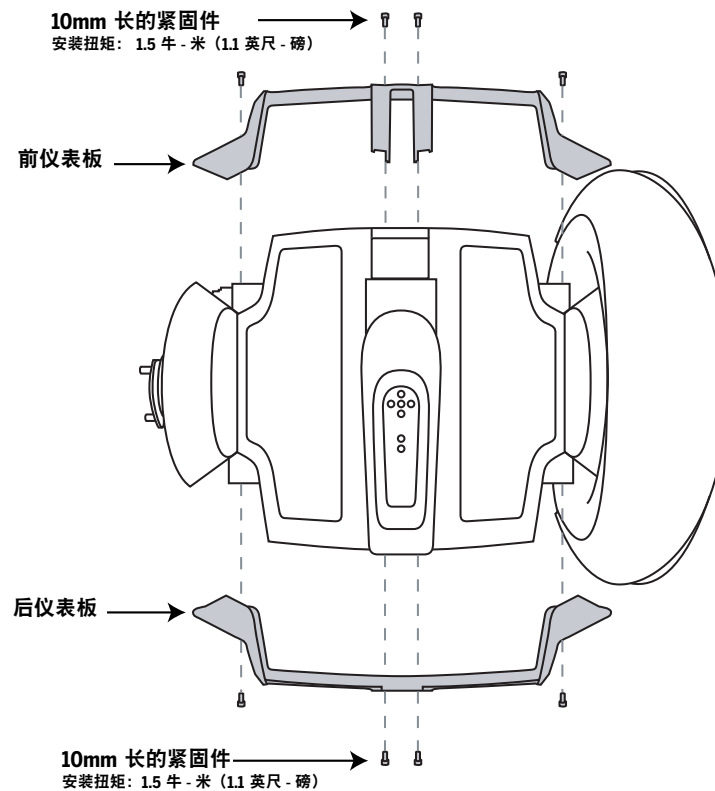

图 3. 拆卸或安装仪表板
9. 要重新装上仪表板，请将 4 个 10mm 长的紧固件（本套件随附）松松地拧入仪表板。使用 4mm 六角扳手拧紧到 1.5 牛 - 米（1.1 英尺 - 磅）。请参见图 3。